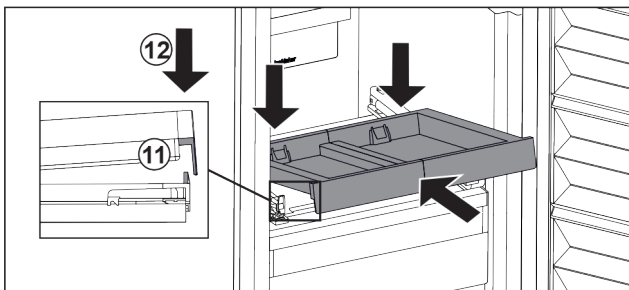

Fig. 98
- ▶ Schuin erin schuiven. Zorg ervoor dat de aanslag aan beide zijden achter de lip is. Fig. 98 (11)
- ▶ Uitschuifplateau aan voorzijde neerzetten. Fig. 98 (12)